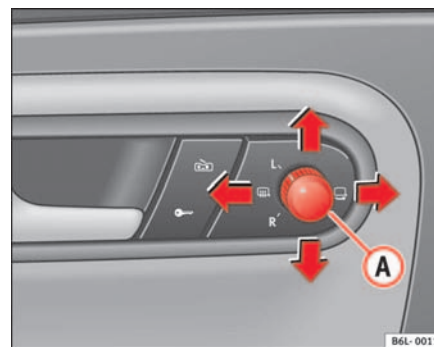

Fig. 68 Commande des rétroviseurs extérieurs
1. Tournez le bouton rotatif $\Rightarrow$ **page 105, fig. 68** en position **L (rétroviseur extérieur gauche)**.
- Tourner le bouton rotatif vers de la position désembuage  $\Rightarrow$ **page 105, fig. 68**
- Tournez le bouton rotatif $\Rightarrow$ **page 105, fig. 68** en position  pour rabattre les rétroviseurs extérieurs. Pour éviter tout dégât, il est conseillé de toujours rabattre les rétroviseurs extérieurs lorsque vous passez dans une installation de lavage automatique.